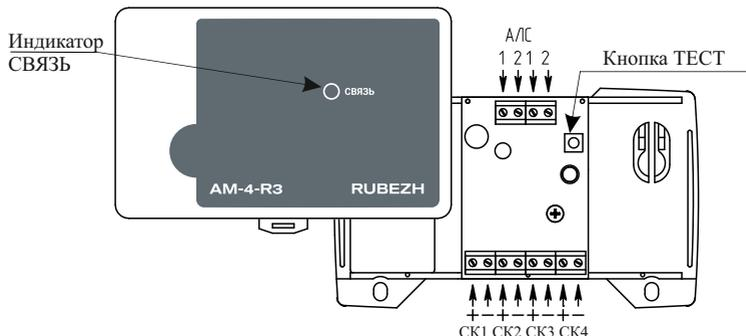

Рисунок 1 – Внешний вид крышки и основания с платой
- 4.2 Адресная метка представляет собой конструкцию (рисунок 1), состоящую из корпуса, внутри которого размещена плата с электронными компонентами, обеспечивающая обработку сигналов с линий Вх. СК. На плате установлены клеммные контакты для подключения адресной метки к АЛС и для подключения линий Вх. СК (СК1 – СК4).